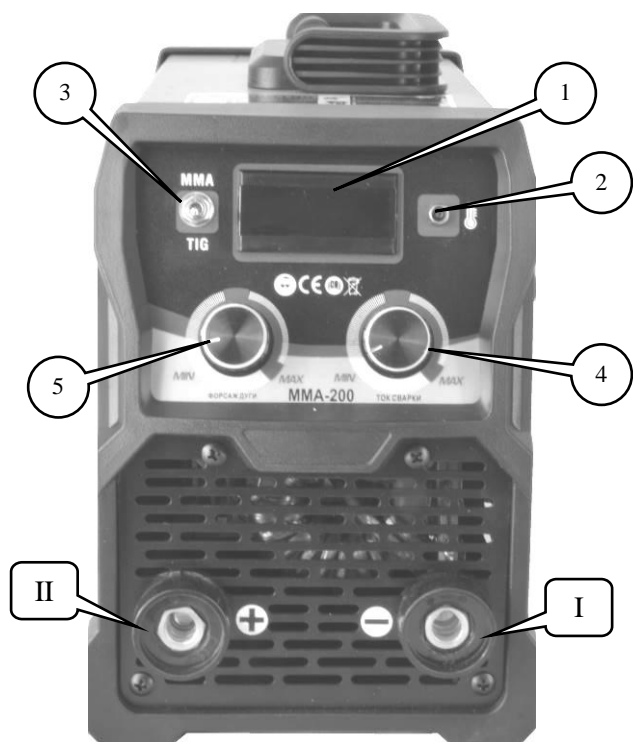

Рис. 1. Расположение органов управления и индикации.
- Подключить силовой разъем держателя электродов к разъему I ( - ) сварочного аппарата (Рис. 1).
- Подключить силовой разъем держателя электродов к разъему II ( + ) сварочного аппарата (Рис. 1).
- Подключить силовой разъем горелки к разъему I ( - ) сварочного аппарата (Рис. 1).